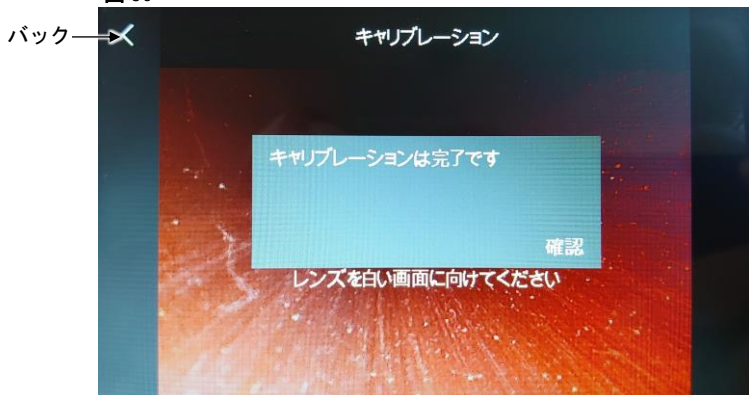

図 37
3. キャリブレーションを完了するために、バックアイコンを押して確認ボタンを押してください。(図 37)